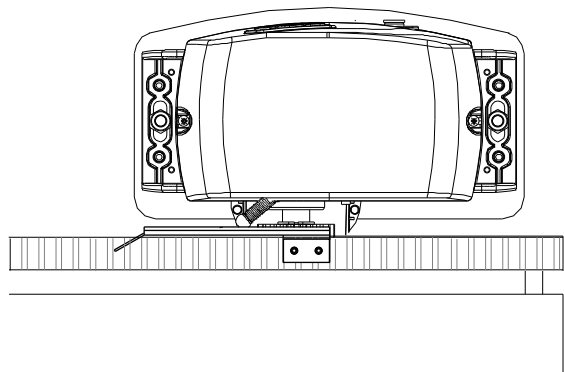
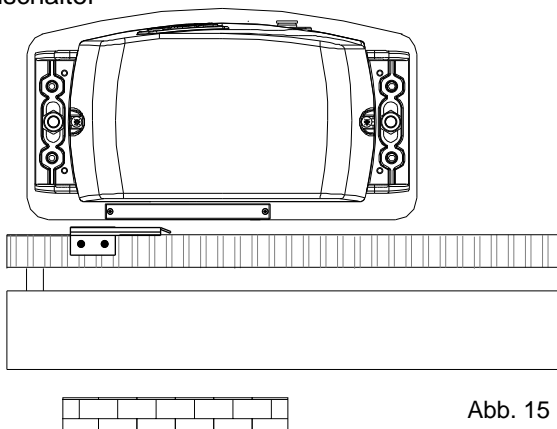

Abb. 14
Abb. 15
- Das Plättchen auf der Zahnstange so positionieren, dass der Endschalter (Metallblättchen bei mechanischen Endschaltern (Abb. 14); Anzeigepfeil bei induktiven Endschaltern (Abb. 15)) im oberen Bereich dem Punkt X entspricht, der sich 50 mm von der geknickten Seite des Plättchens befindet (Abb. 16) und mit den mitgelieferten Schrauben befestigen (Abb. 17).